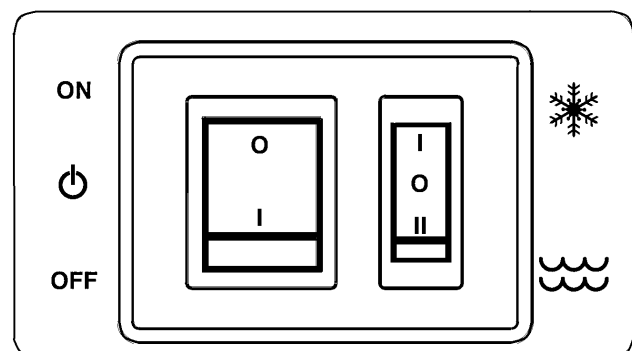

Fig. 6
-Attivare il tasto per il congelamento recante il simbolo del fiocco di neve (posizione I dell'interruttore piccolo in fig. 6).
NOTA: qualora si desiderasse passare dalla modalità CONGELAMENTO a quella DEFROST, è sufficiente impostare la posizione II del tasto piccolo (Fig.6)
- Disattivare l'interruttore generale A posto sul fianco destro della macchina (fig.6) e disconnettere il cavo di alimentazione dalla rete.